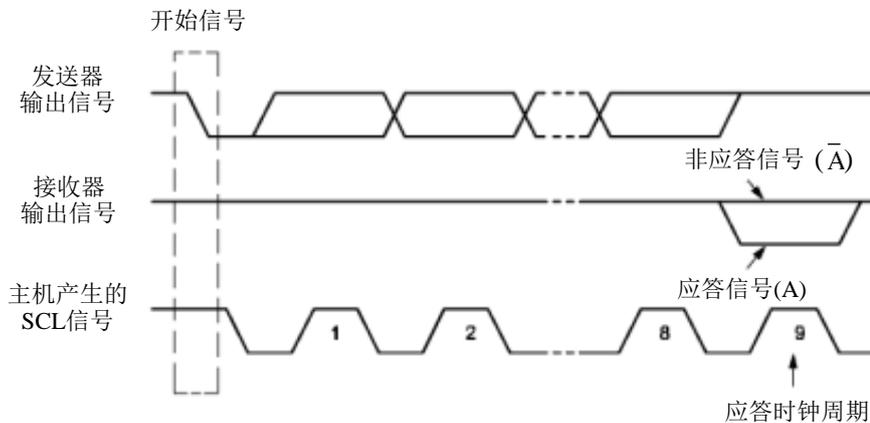

Figure 13-5 IIC 总线的应答信号
重新开始信号 (Repeated START)：在 IIC 总线上，由主机发送一个开始信号启动一次通信后，在首次发送停止信号之前，主机通过发送重新开始信号，可以转换与当前从机的通信模式，或是切换到与另一个从机通信。如 Figure13-5 所示，当 SCL 为高电平时，SDA 由高电平向低电平跳变，产生重新开始信号，它的本质就是一个开始信号。
应答信号 (A)：接收数据的 IIC 在接收到 8 位数据后，向发送数据的 IC 发出的特定的低电平脉冲。每一个数据字节后面都要跟一位应答信号，表示已收到数据。应答信号在第 9 个时钟周期出现，这时发送器必须在这一时钟位上释放数据线，由接收设备拉低 SDA 电平来产生应答信号，由接收设备保持 SDA 的高电平来产生非应答信号 (A \bar{A})，如 Figure13-5 所示。所以，一个完整的字节数据传输需要 9 个时钟脉冲。如果从机作为接收方向主机发送非应答信号，这样，主机方就认为此次数据传输失败；如果是主机作为接收方，在从机发送器发送完一个字节数据后，发送了非应答信号，从机就认为数据传输结束，并释放 SDA 线。不论是以上哪种情况都会终止数据传输，这时，主机或是产生停止信号释放总线，或是产生重新开始信号，开始一次新的通信。开始信号、重新开始信号和停止信号都是由主控制器产生，应答信号由接收器产生，总线上带有 IIC 总线接口的器件很容易检测到这些信号。